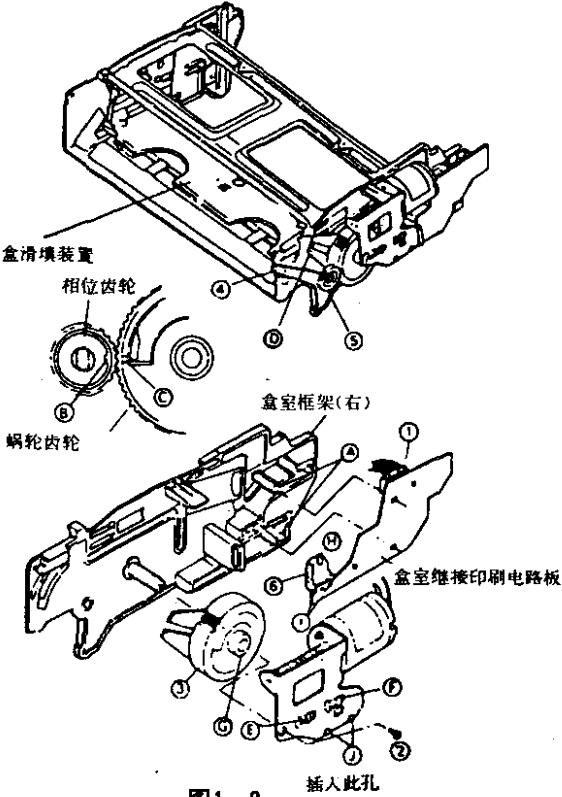

图1-2
**● 蜗轮机构的拆卸(图1-2)**
1. 从盒室继接印刷电路板上拆去引线连接器①。
2. 松开盒室继接印刷电路板的两个卡销④，从盒室框架上取下盒室继接印刷电路板。
3. 松卸盒室马达的固定架上的螺丝②，与盒室继接印刷电路板一同，从盒室框架上将盒室马达取出。
4. 取出蜗轮组件③。
**● 蜗轮机构的装配(图1-2)**
2. 顺时针方向旋转相位齿轮⑤直至转不动为止。
3. 将蜗轮设置好后，将蜗轮上的校正标志⑥和相位齿轮上的校正标志⑦对齐。然后，将其插入框筒，同时确认带盒滑块装置的卡销⑧正确嵌入导动杆的槽榫。这时，蜗轮很容易落进框筒，因此，需用手握住蜗轮。
4. 将调速柄的卡销⑨与蜗轮槽榫⑩对齐，然后旋紧螺栓⑪紧固螺栓组件。
5. 将调速柄的卡销⑫与盒室状态开关⑬的标记位置⑭对齐，然后，将盒室继接印刷电路板固定于框架卡销⑮上，并确认盒室状态开关的两个卡销⑯正确嵌入盒室马达固定座的槽榫⑰。